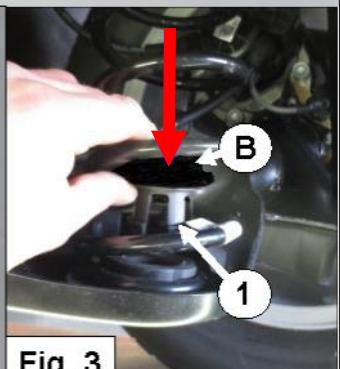

Fig. 3
- Plaats ring **1** samen met veerschotel **B** terug in de draagarm. *Zie fig. 3.* Wanneer veerschotel **B** niet in ring **1** past, plaats dan de veerschotel zonder ring **1** in de draagarm en zet de kunststof beschermkap vast met een kabelbandje. *Zie fig. 6.*